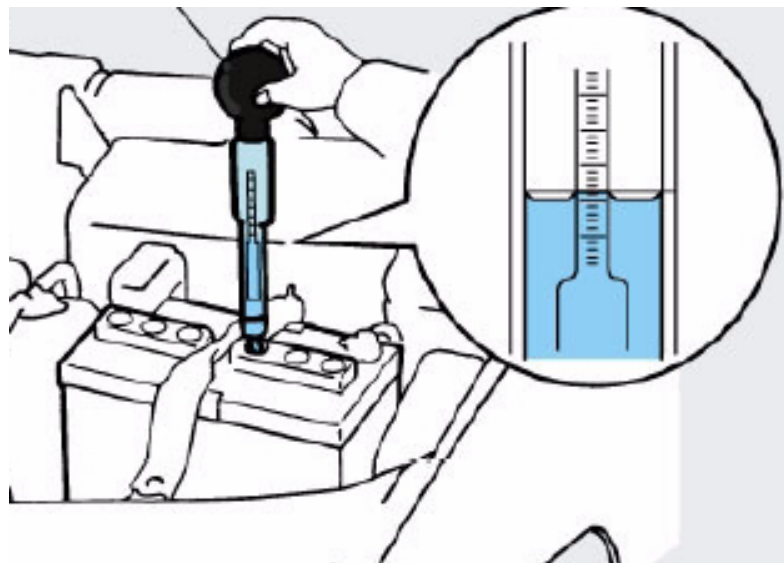

图5-3 蓄电池电解液比重的检查
- ❖ 对于非免维护蓄电池还应进行电解液比重的检查。使用一个液体比重计检查蓄电池电解液温度为20℃时，所有单元的比重是否在1.250和1.280之间，确保蓄电池单元格之间的比重偏差低于0.025，如图5-3所示。换算公式： $\rho_{20} = \rho_t + 0.0007(t - 20)$ ； ρ_t ：比重的测量值； t ：当时测量比重时电解液的温度。